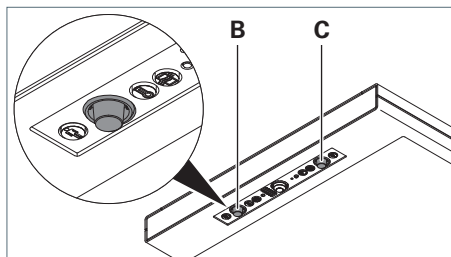

Fig. 16: Sensori PIR: occupazione postazione di lavoro 1 e 2, versione RX.
- Ruotare i sensori PIR **B**, **C** nella direzione desiderata, vedi Fig. 16.